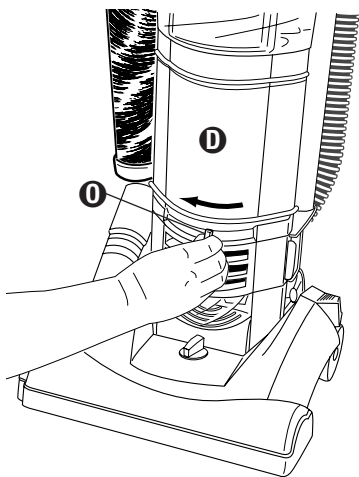

FIG. 12
Step 1: Remove dust cup **D** by sliding dust cup lever **O** from right to left (FIG. 12).
Étape 1 : Pour enlever le collecteur à poussière **(D)** il faut pousser le levier du collecteur à poussière **(D)** de droite à gauche (FIG. 12).
Paso 1: Quite el recipiente para polvo **(D)** deslizando de derecha a izquierda la palanca **(D)** del recipiente para polvo (FIG. 12).